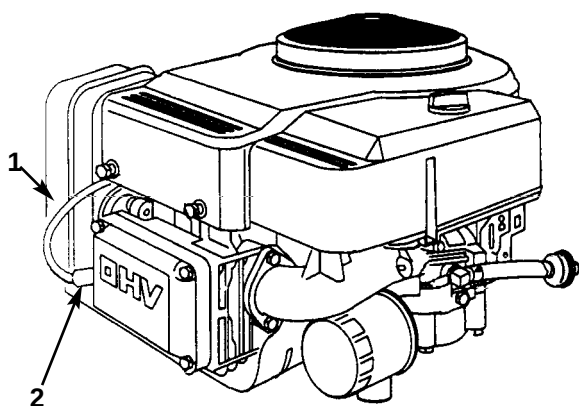

Fig. 23
3. Træk ledningen af tændrøret (fig. 23). Rengør nu omkring tændrøret for at undgå, at der falder snavs ned i motoren og evt. forvolder skade.
3. Tryk ledningen ned på tændrøret (fig. 23).